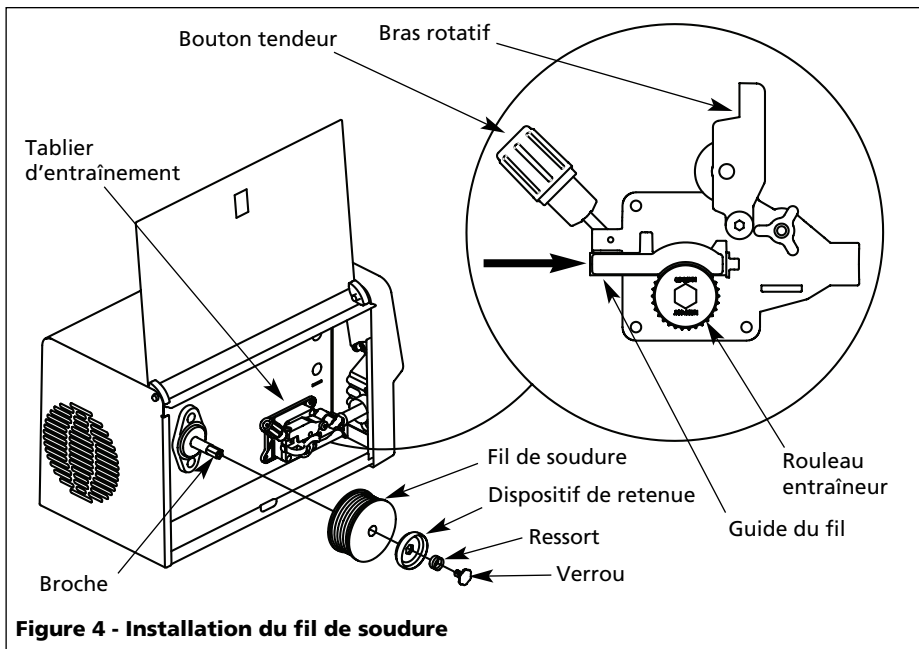

Figure 4 - Installation du fil de soudure
- a. Le diamètre du fil de soudure s'agence à la rainure du rouleau entraîneur sur le mécanisme d'alimentation du fil (voir figure 4).